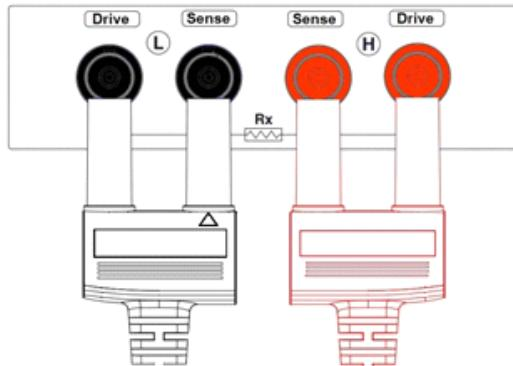

图3-2-2 测试线与仪器端孔连接示意图
3. 将四个端子测试线按照如图3-2-2方法连接到仪器输入端子上，具体操作如下：